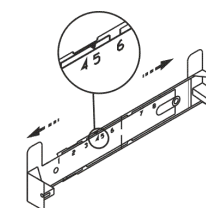

рис. 5
- увеличьте размер кронштейна рис.5 (если это необходимо), раздвинув его, и установите фиксатор напротив цифры, соответствующей Вашей кухонной вытяжке (см табл.4, графа N).